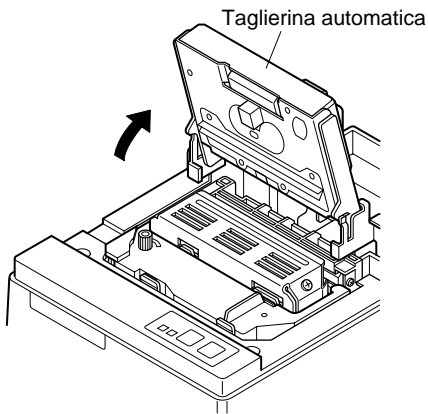

Fig. 4-9 Sollevamento della taglierina automatica
- ③ Sollevare la taglierina automatica e collocarla in posizione verticale, come mostrato nella Fig. 4-9.